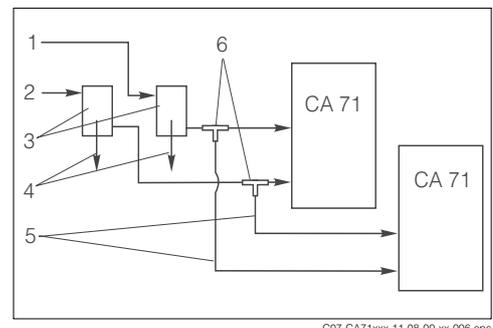

Fig. 10: Ejemplo de instalación
- La distancia entre los analizadores debe ser lo más corta posible: la línea sobre la que se recoge la muestra entre el acoplamiento en T y el segundo analizador (Fig. 10, elemento 5) no ha de superar los 1,5 m